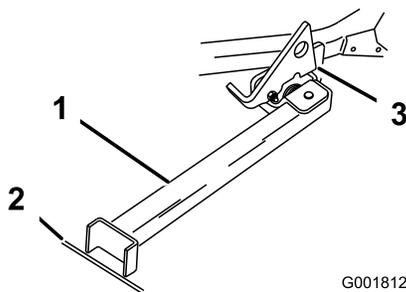

Bild 41
- Stellen Sie den Fuß auf den Boden und lassen Sie den Riegel auf der Drehasche aufliegen (Bild 41).
Hinweis: Stellen Sie den Ständerfuß am besten in Risse auf Gehwegen oder in der Rasenfläche (Bild 41).
- Fahren Sie auf den Stand auf. Halten Sie an, wenn der Riegel über die Lasche in die arretierte Stellung einrastet (Bild 41). Stellen Sie nach dem Auffahren auf den Stand die Feststellbremse fest und stellen Sie den Motor aus.